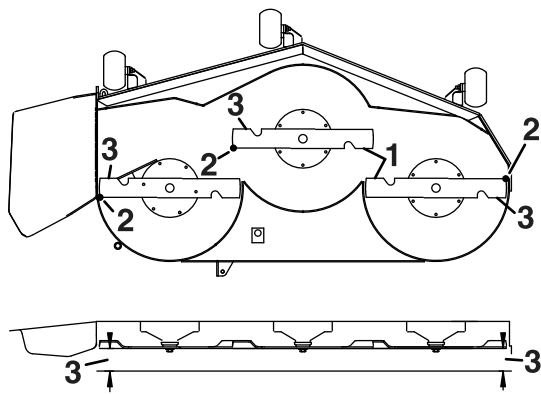

Figura 69
- Mida entre los bordes de corte exteriores y la superficie plana (Figura 69).